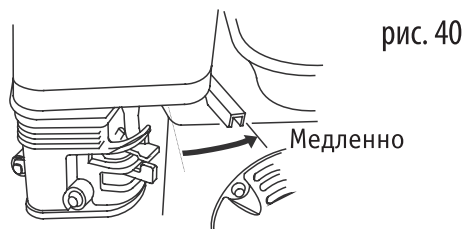

рис. 40
2. Переместите рычаг дроссельной заслонки в положение «МЕДЛЕННО» (рис. 40).